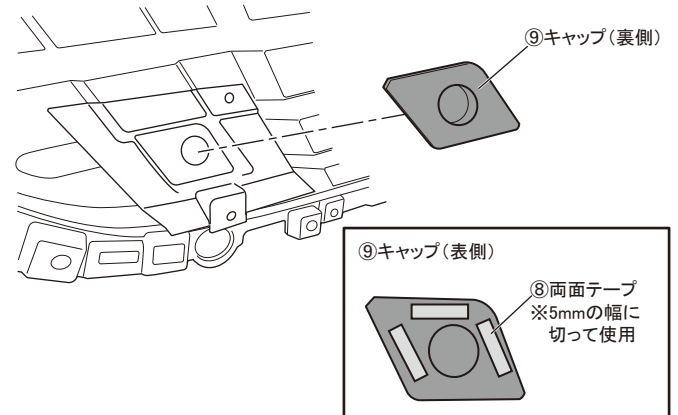

図6 【超音波センサー付車】 スピードナット取付け
7. 【超音波センサー付車】 図6を参照し、①フロントグリル裏側に⑦スピードナットを取付けます。